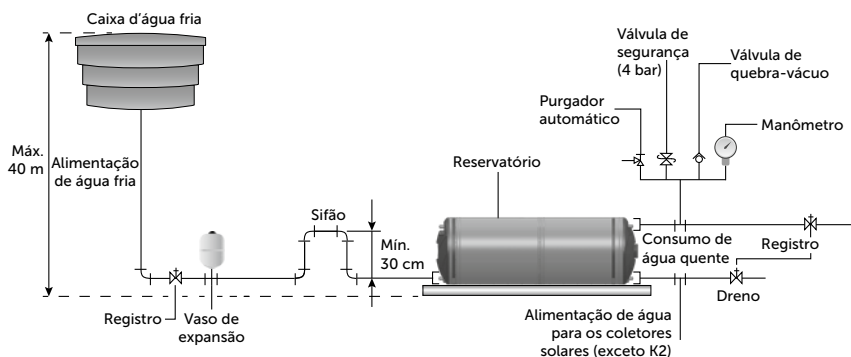

Fig. 6 - Circuito secundário – Alta pressão com caixa d'água
- Na tampa lateral do reservatório térmico, onde se localiza o sistema de apoio elétrico (resistência), está o tubo superior que deve ser utilizado como saída para consumo de água quente (Fig. 6).